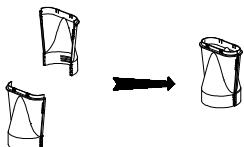
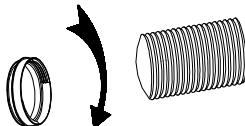
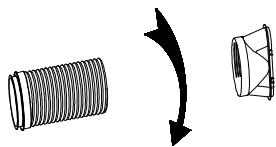
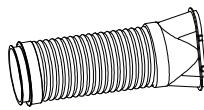

Figure 1A
Figure 2A
Figure 1
Figure 2
1.1 Assemblage du connecteur extérieur de l'échappement de chaleur (**figure 1A**), du connecteur court du tuyau d'échappement de chaleur (**figure 2A**), et du connecteur extérieur de l'échappement de chaleur et du connecteur court du tuyau d'échappement de chaleur (**figure 1, figure 2**)
- (1) Retirez les deux pièces du connecteur extérieur du tuyau d'évacuation de la chaleur (ces deux pièces ont la même structure).
- (2) Tenez une pièce dans chaque main, placez le joint d'une pièce vers la rainure de l'autre et appuyez dessus pour les enclencher fermement (**Figure 1A**).
- (3) Retirez le tuyau d'échappement de chaleur et le connecteur rond, séparez les quelques tours de l'extrémité du tuyau et vissez-le dans le sens antihoraire sur le côté verticilleux du connecteur rond pour former l'ensemble de tuyau d'échappement de chaleur A (**Figure 2A**).
- (4) Dévissez de quelques tours à l'autre extrémité du tuyau d'évacuation de chaleur, vissez l'extrémité ronde du connecteur extérieur du tuyau d'évacuation de chaleur dans le sens antihoraire dans le tuyau d'évacuation de chaleur pour former l'assemblage de tuyau d'évacuation de chaleur (**Figure 2**).